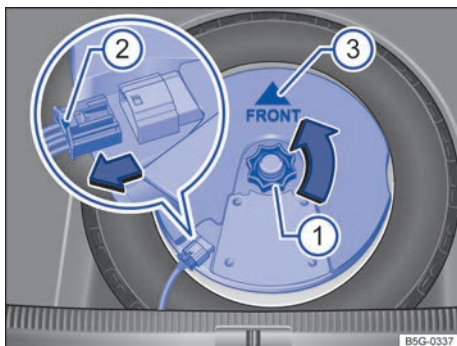

Fig. 217 En el maletero: desmontar el subwoofer (variante 2).
- Desenrosque la ruedecilla \Rightarrow fig. 217 (1) en el sentido contrario al de las agujas del reloj (flecha).
- Para desbloquear el conector, presione el bloqueo que hay en el extremo del conector (2).
- Coloque el subwoofer en la base de la llanta con cuidado. Al hacerlo, la punta de la flecha "FRONT" \Rightarrow fig. 217 (3) que hay en el subwoofer deberá señalar hacia delante.
- Acople el conector hasta que el bloqueo (2) encastre de forma audible.
- Enrosque la ruedecilla (1) en el perno roscado en el sentido de las agujas del reloj hasta que el subwoofer quede bien fijado.